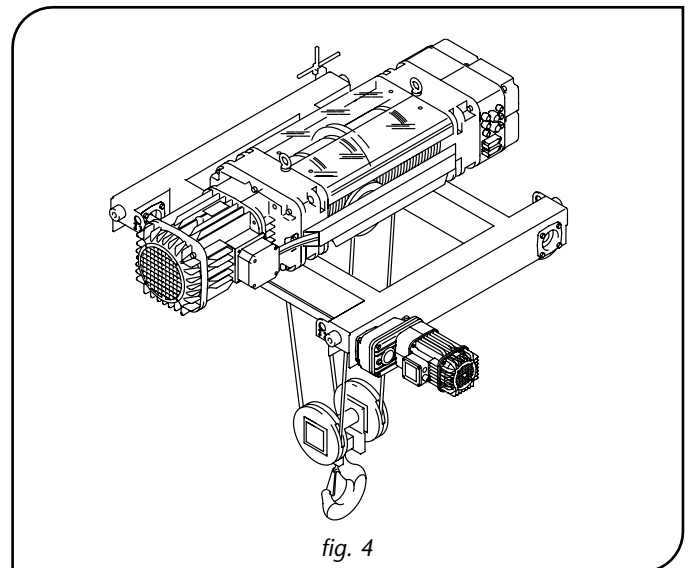

fig. 4
- **Con carrello elettrico di traslazione, bitrave, tipo DRT:** (fig. 4)